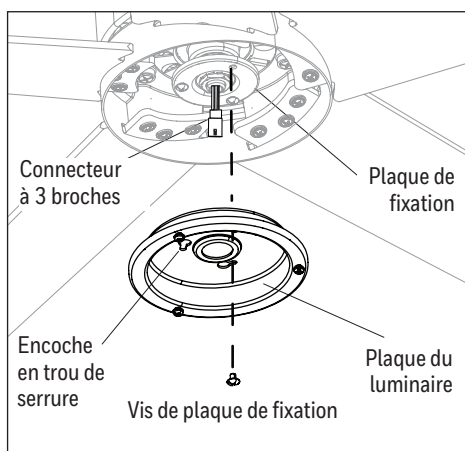

Figure 4.4
- Retirez l'une des trois vis de plaque de fixation préassemblées à la plaque de fixation et desserrez les deux autres vis sans les retirer. Faites passer le connecteur à 3 broches dans le trou central de plaque du luminaire. Alignez les deux encoches en trou de serrure de la plaque du luminaire sur les vis desserrées de la plaque de fixation. Tournez la plaque de luminaire dans le sens des aiguilles d'une montre et remplacez la vis de plaque de fixation retirée précédemment. Serrez toutes les vis (Figure 4.4).